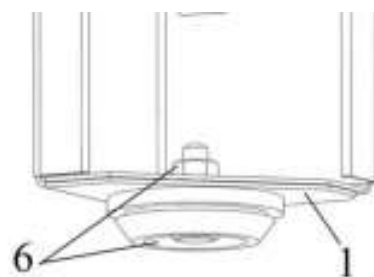

Рис.3
- 4.4 Установите подпятники на ножки 1 с помощью крепежа 6 (рис.3).